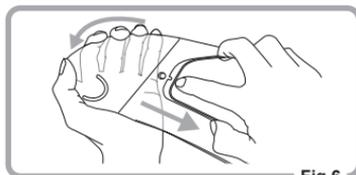

Fig.6
2. Retire a lente original Pinlock® das cavilhas excêntricas dobrando a viseira. (Fig. 6)